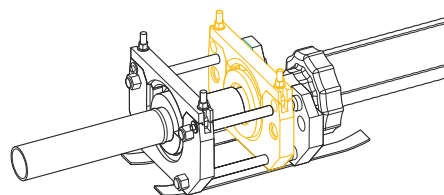

Рис. 4.6.8
- Подключить гидронасос и, придерживая фитинг, подвести подвижную плиту до фиксации торцов фитинга в упорных вставках (рис. 4.6.8).